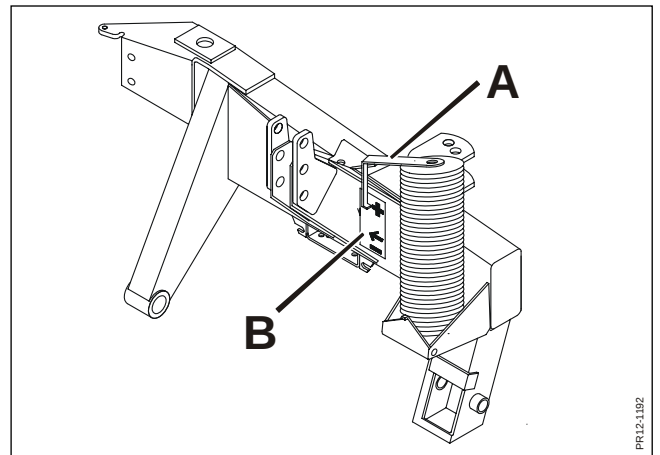

Fig. 3-8
- Fig. 3-8** Positionner le distributeur hydraulique double effet en position flottante. Lever ou abaisser les bras de relevage jusqu'à ce que la machine soit à la bonne hauteur de travail. Ceci est obtenu lorsque le témoin **A** est au niveau de la flèche sur l'autocollant en **B** comme décrit au chapitre 2.